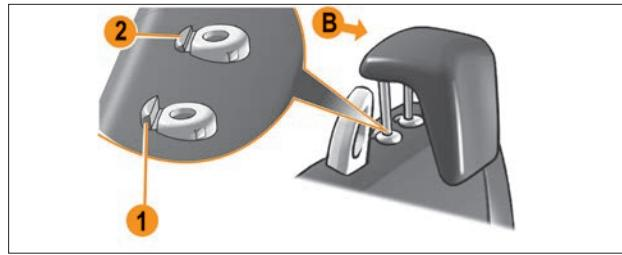

Рис. 2.2.2. Подголовники типа В
- Подголовники типа В (рис. 2.2.2).